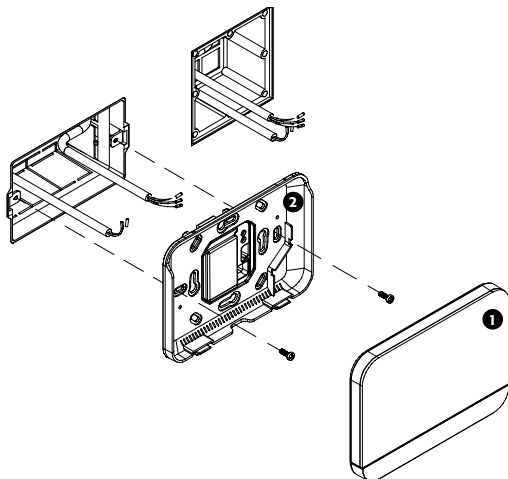

Fig. 3
1. Stellen Sie die elektrischen Verbindungen her, indem Sie die Polarität und den Anschluss wie in Fig. 3 gezeigt beachten.